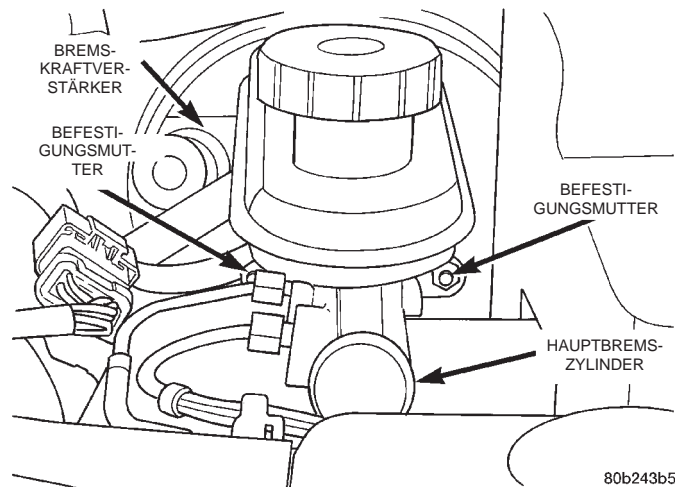

Abb. 25 Befestigung des Hauptbremszylinders am Bremskraftverstärker
(13) Mit einem Saugheber oder einer Absaugvorrichtung möglichst viel Servoöl aus dem Servoölbehälter absaugen.
(14) Die beiden Muttern lösen, mit denen der Hauptbremszylinder am Bremskraftverstärker montiert ist (Abb. 25).
(15) Hauptbremszylinder mit angeschlossenen Leitungen vom Bremskraftverstärker abbauen. Haupt-